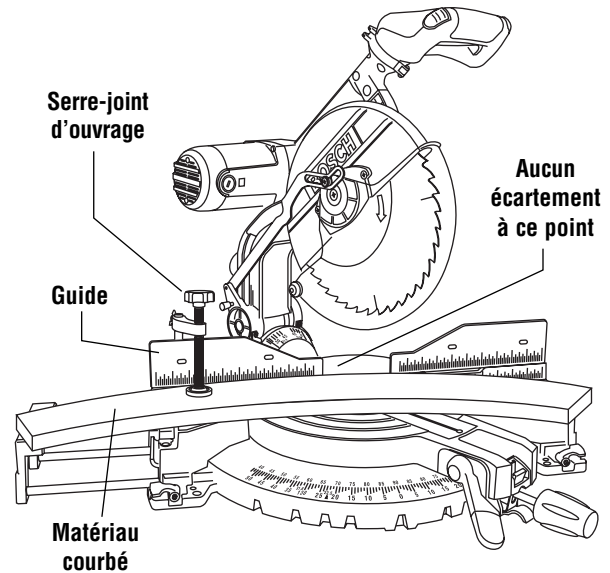

Figure 1. Matériau courbé
**AVERTISSEMENT** Si l'ouvrage est courbé ou gondolé, crampez-le avec la face courbée extérieure dirigée vers le guide. Assurez-vous toujours de l'absence d'un écartement entre l'ouvrage, le guide et la table le long de la ligne de coupe. Les ouvrages pliés ou gondolés peuvent se tordre ou culbuter, et peuvent faire gripper la lame de scie en rotation durant la coupe (Figure 1).